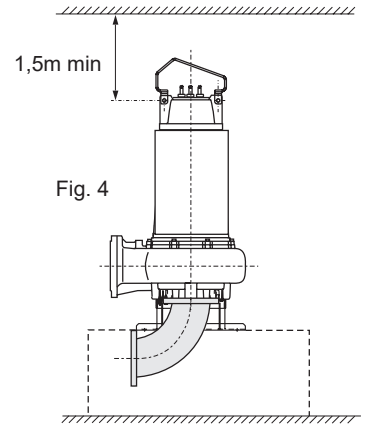

Fig. 4
- 1 - Elettropompa disposta con asse rotore verticale su apposito piede di sostegno e curva flangiata in aspirazione (fig.4). Per la movimentazione della macchina, smontare la maniglia e rimontarla nell'altra posizione; in questo modo sollevandola l'asse della macchina risulta verticale.